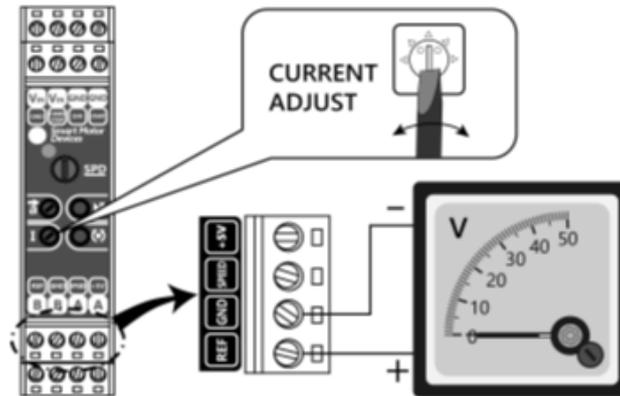

Fig. 3. Conexión de un voltímetro para ajustar el límite máximo de corriente del motor.
- 8) Utilizando el potenciómetro «CURRENT ADJUST», ajuste la corriente máxima del motor. Ajuste el potenciómetro «CURRENT ADJUST» y controle el límite de corriente ajustado con un voltímetro, conectado a los terminales «GND» y «VREF» (fig.3). La limitación de corriente del motor se puede calcular como:  $I_{lim} = 0,1 + 19,9 \times (V_{REF} / 3,3)$